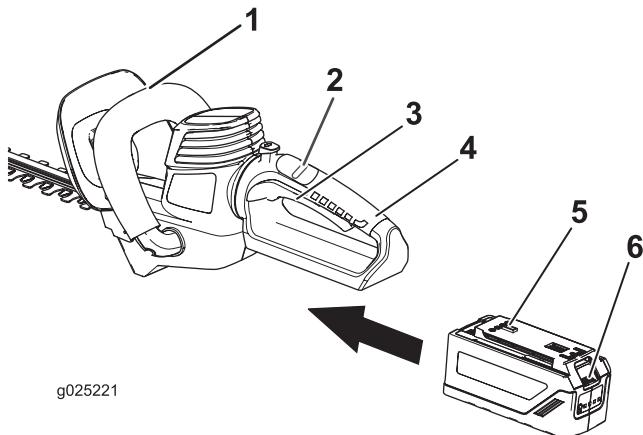

Figura 3
2. Alinee la lengüeta de la batería con el hueco correspondiente de la carcasa de la empuñadura (Figura 3).
3. Sujete la empuñadura del gatillo (Figura 3).
5. Coloque una mano en la empuñadura con gatillo. Coloque la otra mano en la empuñadura auxiliar (Figura 3).
6. Mueva el interruptor de bloqueo hacia atrás, hacia usted, luego apriete el gatillo para encender el cortasetos (Figura 3).
- Suelte el gatillo (Figura 3).